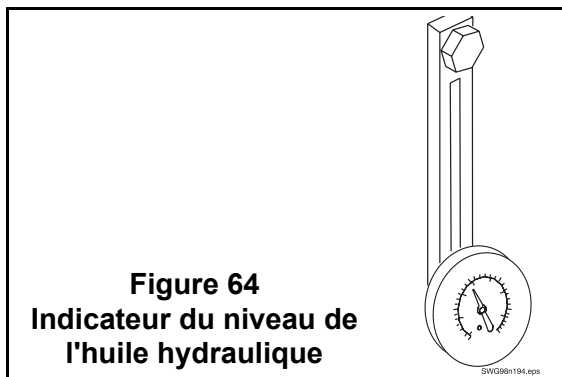

Figure 64
- Vérifiez le niveau et l'état de l'huile hydraulique (Figure 64). Si nécessaire, rajoutez de l'huile de même marque et même type. Si vous disposez d'une station de filtrage pour pomper huile dans le réservoir, utilisez-la. Remplacez l'huile ayant un aspect laiteux, car c'est un signe de contamination par l'eau. Essayez de déterminer l'origine de l'eau, si possible. Si l'huile est devenue rapidement laiteuse (par exemple, d'un jour sur l'autre), le remplacement de l'huile ne sera pas suffisant pour résoudre le problème : l'huile fraîche deviendra laiteuse à nouveau le lendemain. Si vous avez besoin d'indices pour la détection de la contamination par l'eau, appelez le service après-vente de Schwing en composant le (651) 429-0999.